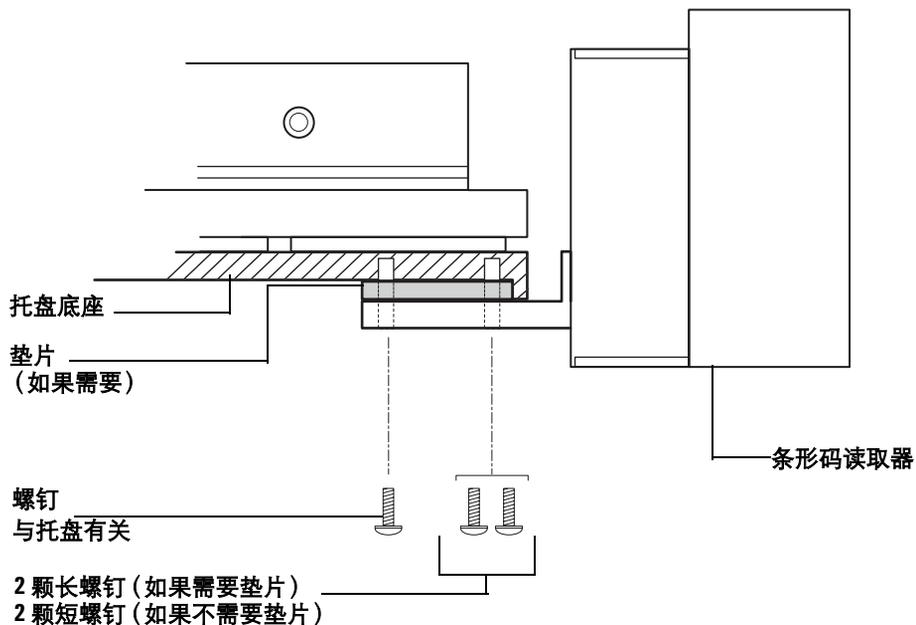

图 24 安装条形码读取器 - 侧视图
- 3 **如果需要使用垫片**，则使垫片上的孔与托盘底部的固定螺钉孔对齐。将条形码读取器装配支架放在垫片下面，插入两颗长螺钉，将螺钉拧紧。请参阅图 24。**如果不需要垫片**，则将条形码读取器装配支架放在托盘底部的固定螺钉孔下面。插入三颗短螺钉，将螺钉拧紧。请参阅图 24。